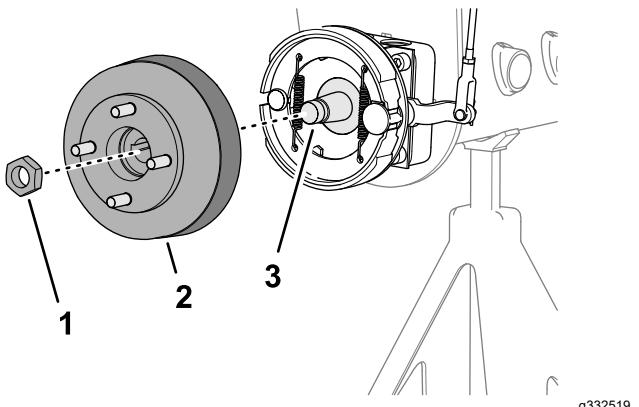
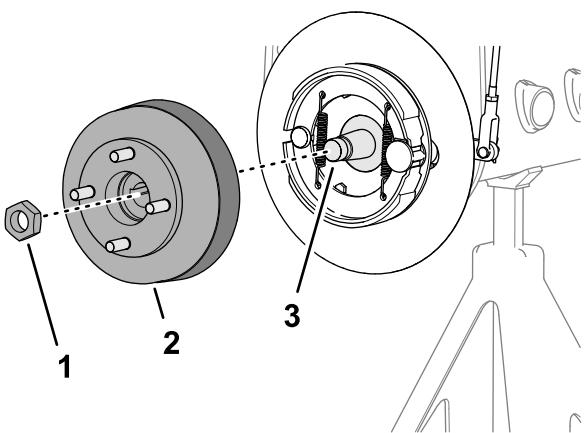

Figura 65
Figura 66
1. Rimuovete il dado di bloccaggio che fissa il mozzo all'albero motore della ruota (**Figura 65** o **Figura 66**).
4. Utilizzate l'estrattore del mozzo delle ruote specificato per rimuovere il mozzo della ruota e il tamburo del freno dall'albero motore della ruota (**Figura 65** o **Figura 66**).